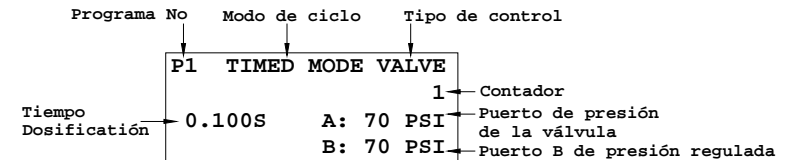

Figura 3.0
4. Presione el botón de modo (2) y el de ajuste (3) simultáneamente, hasta que el texto “VALVE” (Válvula) aparezca en la esquina superior derecha de la pantalla, como se muestra en la Figura 3.0